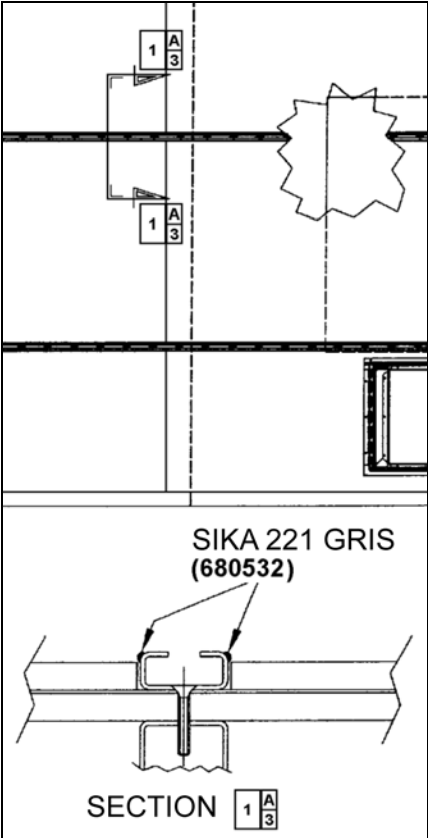

FIGURE 86: APPLICATION DE SIKA 221 GRIS 18641
8. Appliquer du produit d'étanchéité Sikaflex 221 gris (680532) le long des voies de fixation du siège passager (voir la Figure 86).